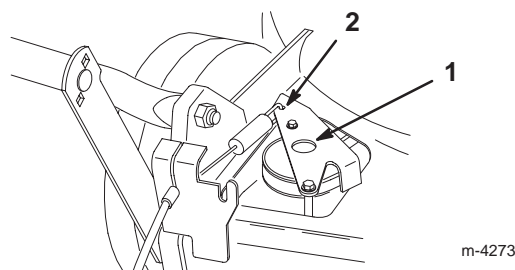

Figure 26
4. Appuyez sur la patte du câble d'autotraction jusqu'à ce qu'elle touche la tondeuse, puis maintenez-la en place (Fig. 26).